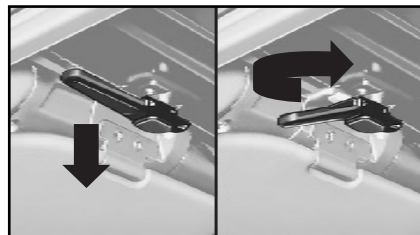

fig. 54
2) Impugnare le maniglie, abbassarle, ruotarle verso l'interno vettura **fig. 54** e sollevare la parte anteriore della capote dalla traversa parabrezza.